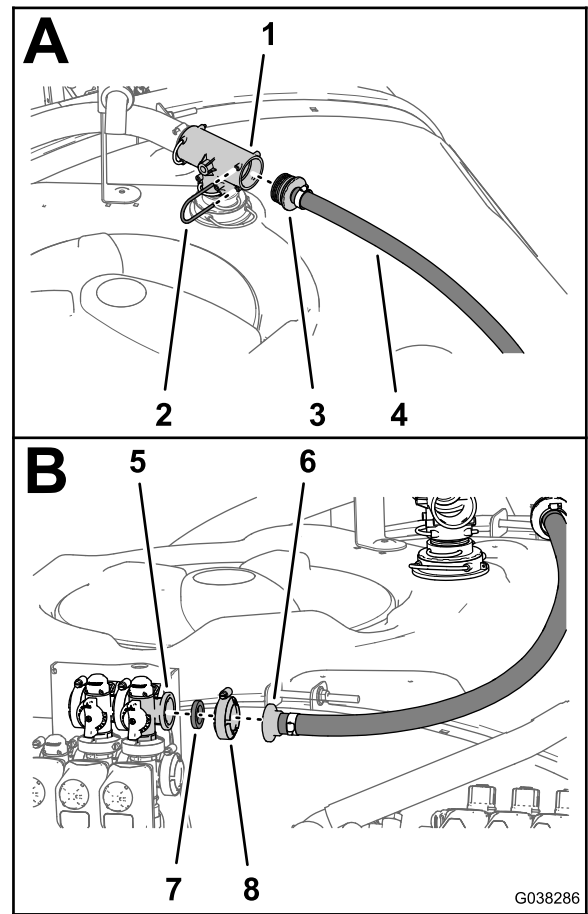

Figure 68
1. Emboîtez le raccord cannelé droit du flexible de dérivation (2,5 x 110 cm) dans l'orifice arrière du raccord en T au sommet de la cuve du pulvérisateur (Figure 68).
4. Placez la bride du raccord cannelé droit et le joint (1" x 1³/₈") en face de la bride de la vanne de dérivation (Figure 68).